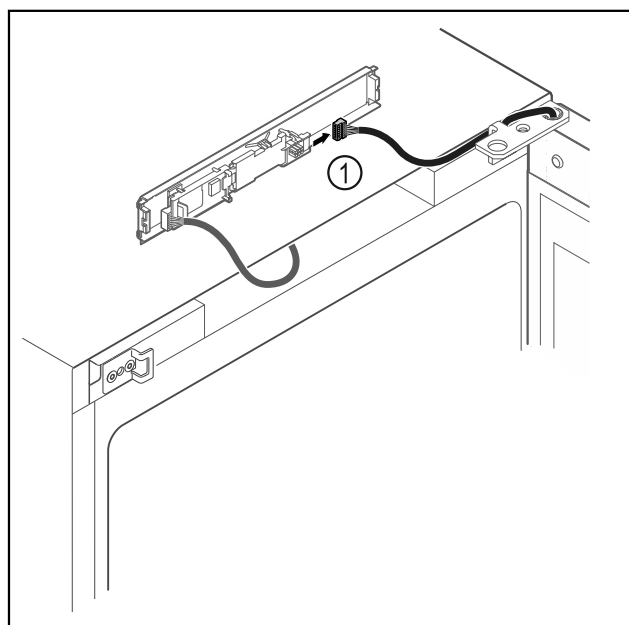

Fig. 10
- Vtič Fig. 10 (1) odstranite s tiskanega vezja.